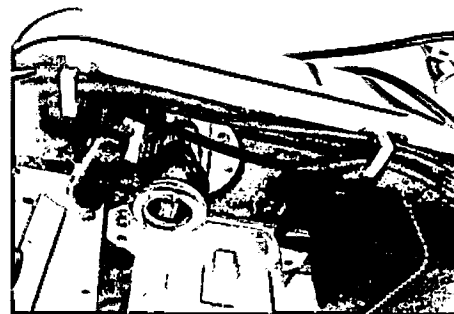

Figura 5.10 Cableado debajo del canal de la mesa
6. Organice el cableado a través del orificio de guía y sujételo con la correa de velcro debajo de la parte superior de la mesa (consulte la figura 5.10)